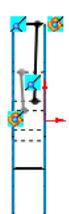

图 6.14.19 草图 5
Step16. 创建图 6.14.19 所示的草图 5。选取基准面 2 为草图基准面。